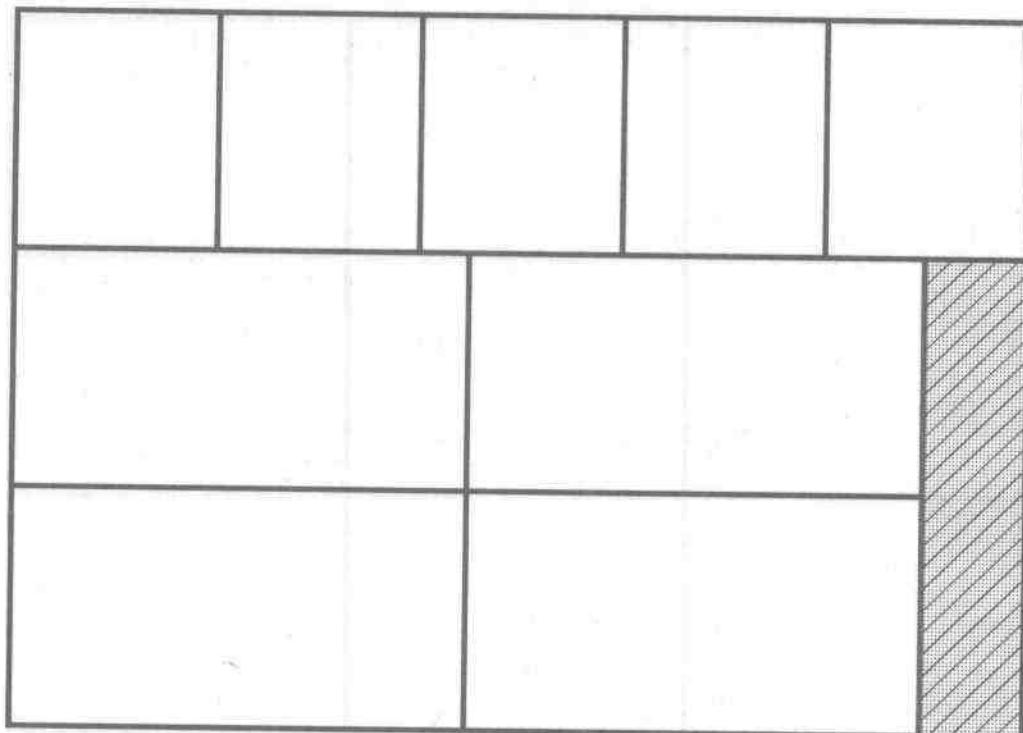

图3 叉开法
3. 全张纸横竖搭配的开法称为叉开法，见图3。此种方法使用较少，大多要经过裁切后方可进行机械折页。